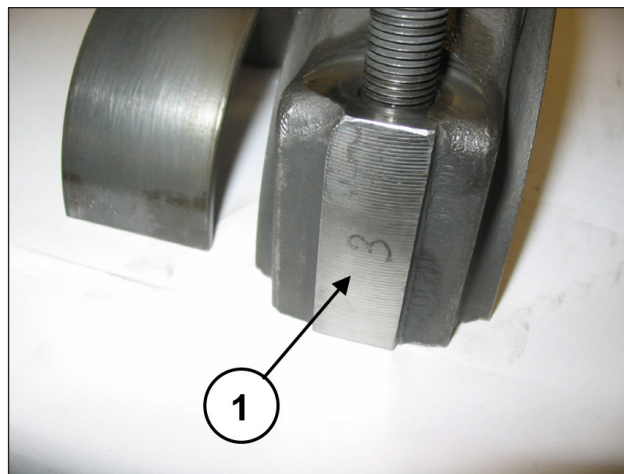

图 42
将半连杆联接先前拆除的连杆帽, 注意编号 (位置①, 图 42)。
将连杆帽与半连杆分开；正确的联接由一侧的编号保证（位置①，图 42）。